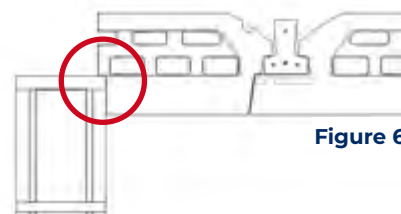

Figure 6
- Après découpe dans la longueur, réaliser une feuillure de manière à obtenir une profondeur d'appui d'au moins 2 cm (Figure 6)